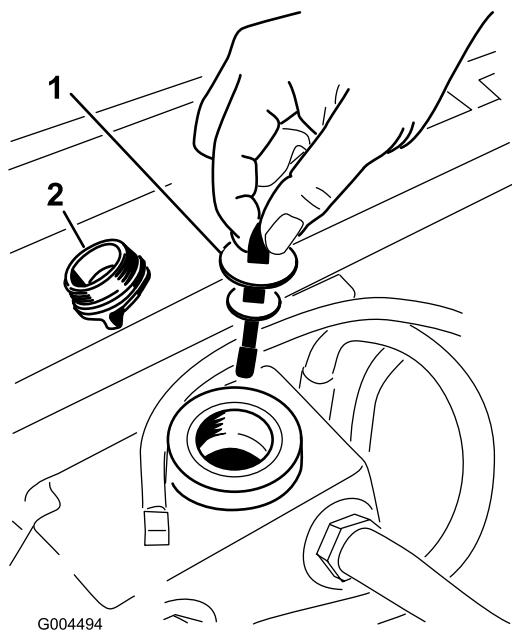

図 90
5. 油圧オイル給油口からキャップを取り図 90。
- 6. ディップスティックを抜きウェスで一度きれいに拭く(図 90)。
- 7. もう一度首に差し込んで引き抜き、オイルの量を点検する図 90。